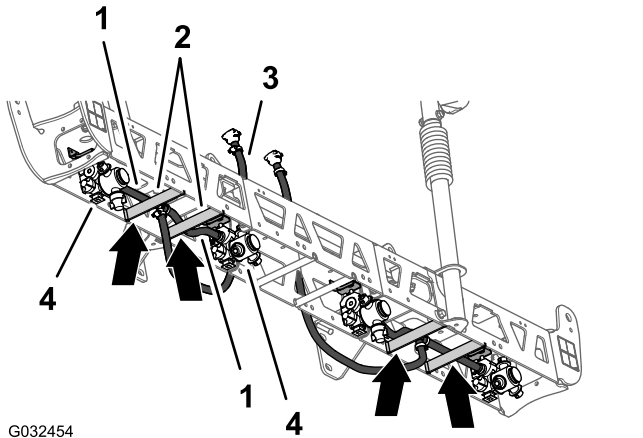
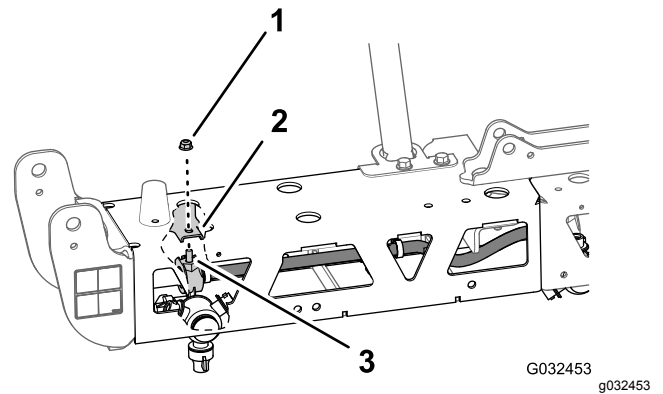

Figure 57
Figure 58
1. Faites passer l'ensemble flexibles (13 mm) et buse entre les raidisseurs du cadre en treillis extérieur (Figure 57).
2. Faites passer le flexible et la buse au-dessus du raidisseur de cadre en treillis et vers l'extérieur vers le support de buse extérieur (Figure 57).
3. Insérez le boulon à tête hexagonale (5/16 x 3/4") de la buse de pulvérisation dans le trou du support de buse et fixez légèrement la buse sur le support avec un contre-écrou à embase (5/16") du kit de finition du système de pulvérisation GeoLink (Figure 58).
4. Faites passer l'autre ensemble flexible (13 mm) et buse entre les raidisseurs du cadre en treillis extérieur (Figure 57).
5. Faites passer le flexible et la buse au-dessus du raidisseur de cadre en treillis et vers l'intérieur vers le support de buse intérieur (Figure 57).
6. Insérez le boulon à tête hexagonale (5/16 x 3/4") de la buse de pulvérisation dans le trou du support de buse (Figure 58) et fixez légèrement la buse sur le support avec un contre-écrou à embase (5/16") que vous avez retiré aux opérations 1 et 4 de Dépose des buses de pulvérisation \(page 24\).
8. Acheminez le flexible et le raccord cannelé (13 x 810 mm) vers le côté de la section de pulvérisation centrale avec les pattes de support gauche et droite (Figure 57).
9. Répétez les opérations 1 à 8 pour l'autre ensemble flexible et buse sur l'autre cadre en treillis extérieur (Figure 57 et Figure 58).